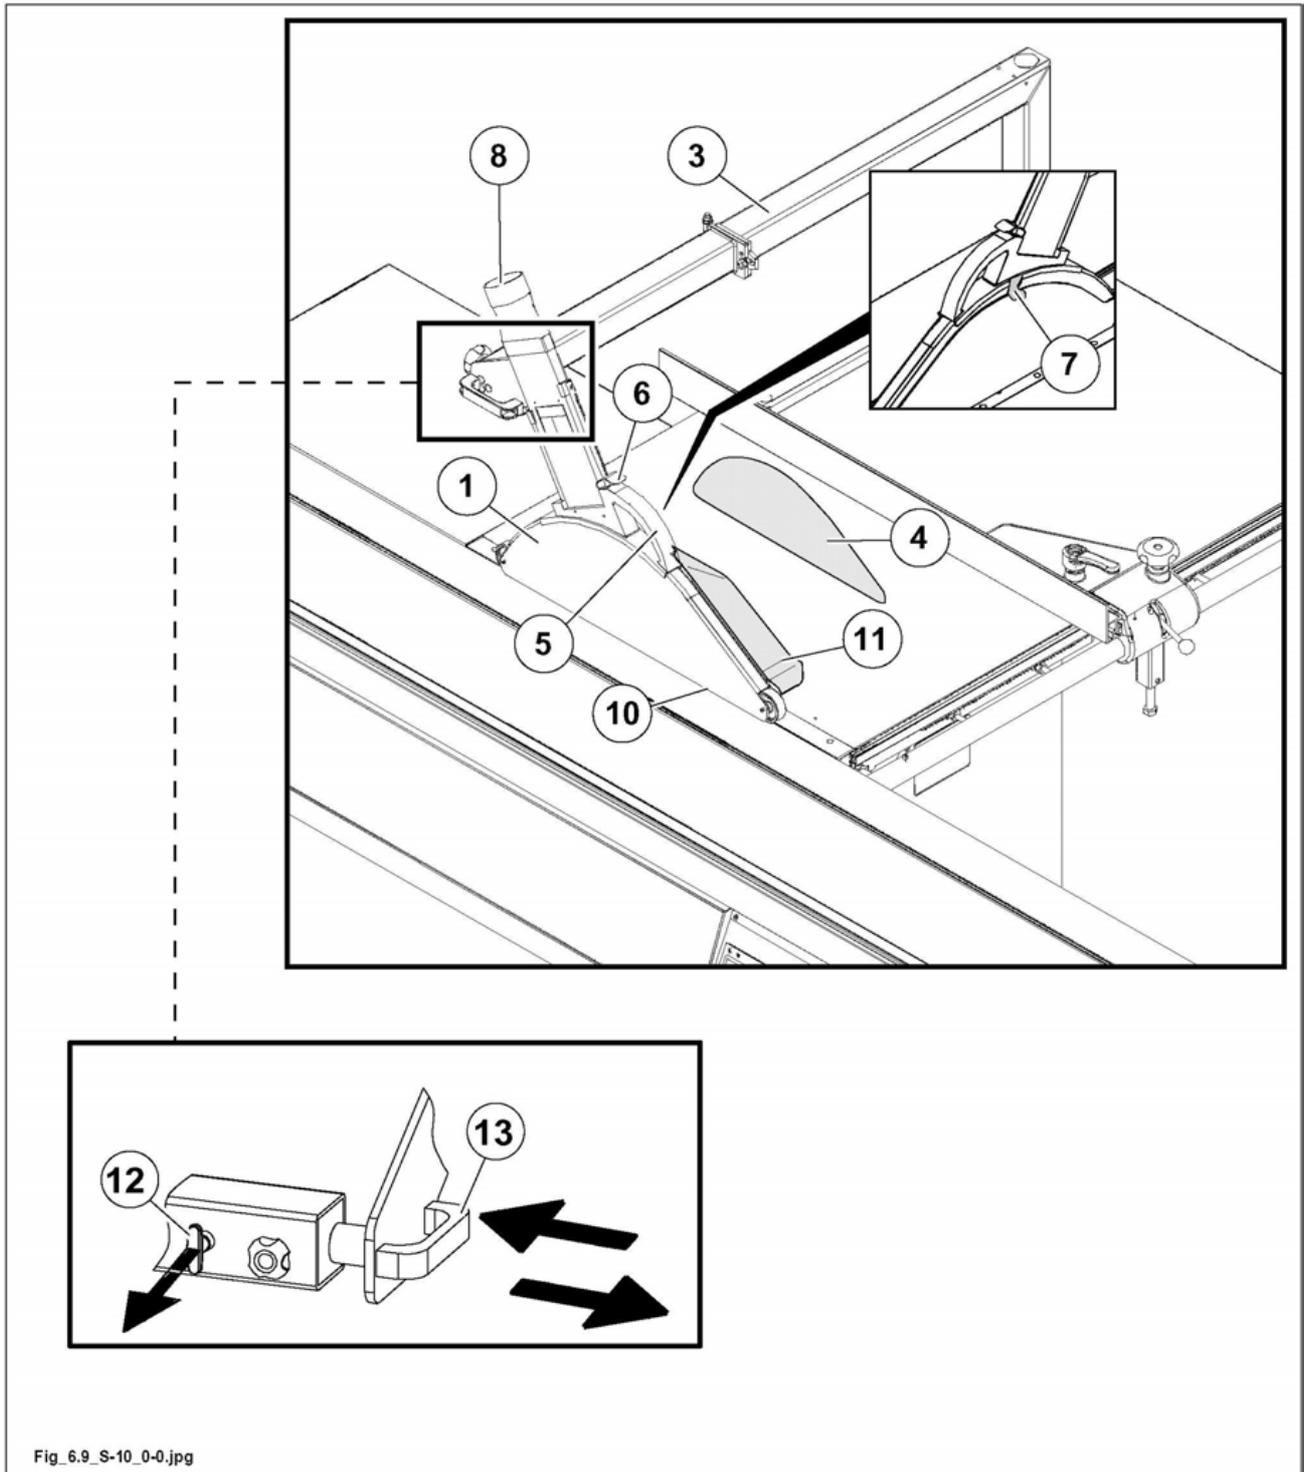

Abb. 6.9
Die Höhenverstellung der Schutzvorrichtung erfolgt durch Griff (5 Abb. 6.9).
Schutzvorrichtung (1 Abb. 6.9) durch Griff (5 Abb. 6.9) parallel zum Arbeitstisch heben und senken (1 Abb. 6.9): zu diesem Zweck Feder (6 Abb. 6.9) gedrückt halten; die Schutzvorrichtung bleibt in der gewünschten Stellung.
Zwei Alu-Leisten (10 Abb. 6.9) unten im Innern der Schutzvorrichtung schützen die Seiten der Schutzvorrichtung. Die vordere und untere Seite sind aus transparentem Polycarbonat, so dass das Sägeblatt während des Schneidens sichtbar ist.
Bei Winkelschnitten die untere breite Seite (11 Abb. 6.9), die mitgeliefert wird, verwenden.
Zur Ersetzung der Seite (11 Abb. 6.9) so vorgehen:
- vorrichtung zum Seitenfestklemmen (7 Abb. 6.9) drehen dann die Seite herausziehen;
- die neue Seite einsetzen und Vorrichtung (7 Abb. 6.9) drehen um die Seite zu klemmen.
Die Schutzvorrichtung ist mit dem Anschluss-Stück (8 Abb. 6.9) (Durchmesser = 80 mm) zum Anschluss an die Zentralabsauganlage versehen.